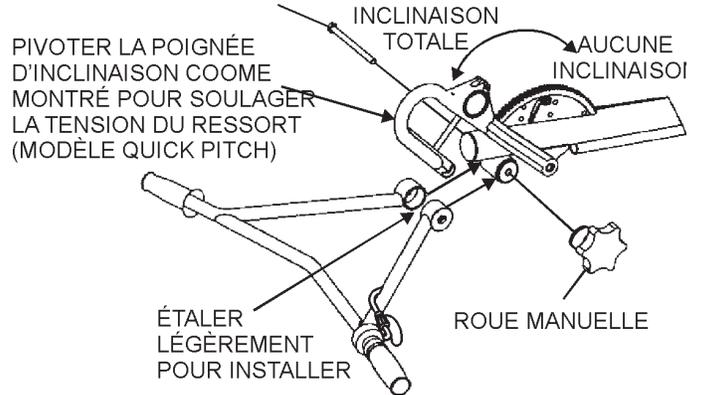

Figure 6. Installation du guidon
2. Sur les modèles « Quick Pitch^{MC} », faites pivoter la poignée *en T* vers l'arrière - inclinaison entière (Figure 6). Ceci relâchera le ressort à l'intérieur du guidon tubulaire. Sur les deux modèles, écartez les extrémités des guidons just assez pour pouvoir engager les dents sur le guidon tubulaire. Fixez l'ensemble roue manuelle, positionnez le guidon à l'emplacement désiré et serrez la roue manuelle fermement.